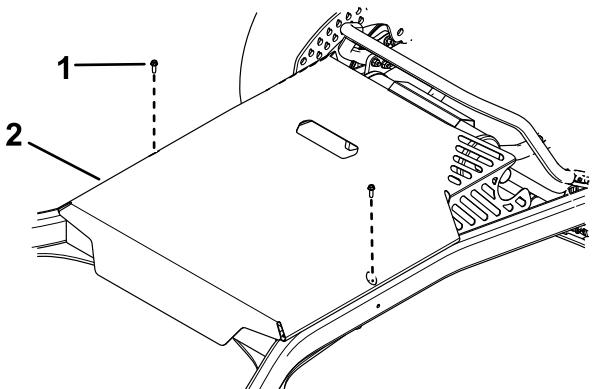

図 25
- デッキカバーを固定しているボルト2本を外してカバーを外す図 25。